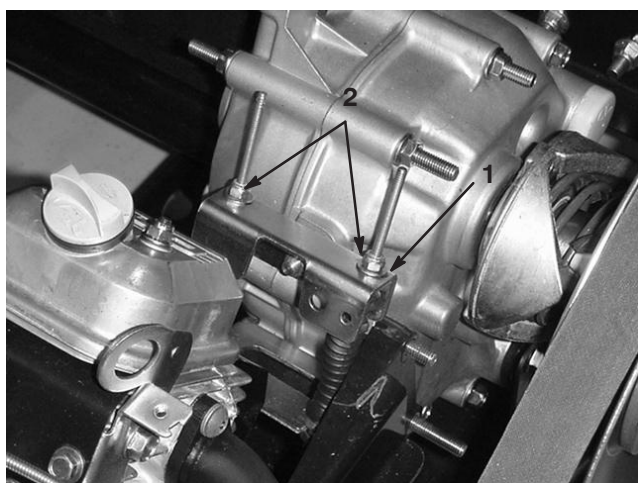

Figure 26
Lors des entretiens courants et/ou des diagnostics du moteur, vous devez placer la boîte-pont au point mort (Fig. 26). La position point mort du sélecteur de vitesses commande le point mort de la boîte-pont. Procédez comme suit pour vérifier que le point mort du sélecteur de vitesses actionne correctement le point mort de la boîte-pont :
2. Vérifiez que la patte de réglage du point mort est à la position point mort (horizontale) en tournant l'embrayage (Fig. 26). Le véhicule ne doit pas avancer ni reculer. Si le véhicule se déplace, placez la patte de réglage du point mort à la position point mort.
3. Serrez l'un des contre-écrous (Fig. 26) juste assez pour éliminer le mou du câble de sélection de sens de marche.